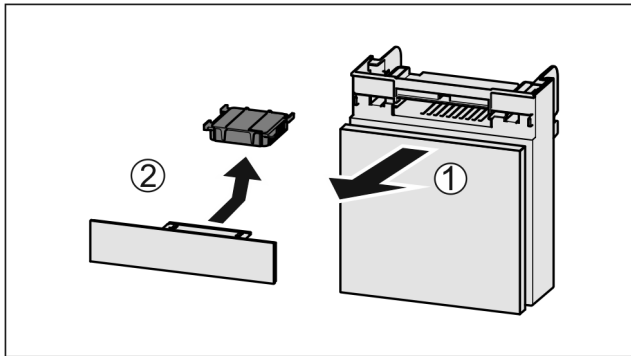

Fig. 46
- ▶ Издърпайте Fig. 46 (1) напред от отделението.
- ▶ Извадете Fig. 46 (2) филтъра с активен въглен.